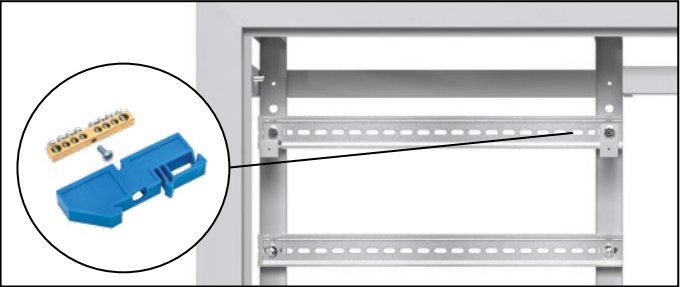
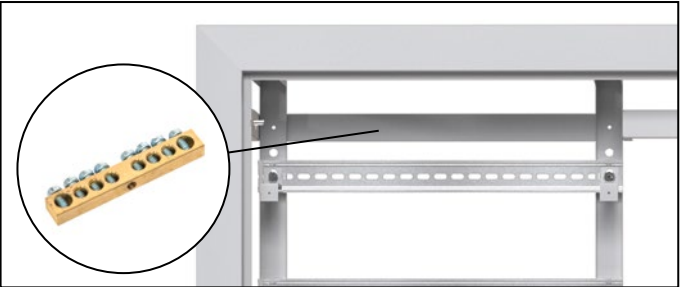

Рис. 26
Рис. 27
- 4.2. Магистральные кабели N и PE подключаются на соответствующие шины, как показано на рис. 26 и рис. 27.